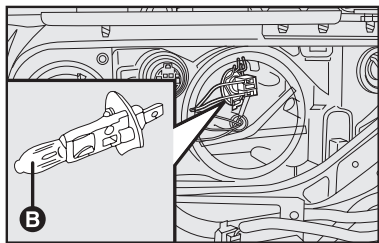

fig. 18
## LUCES ALTAS fig. 18
- quite la lámpara **B-fig. 18** y sustitúyala;